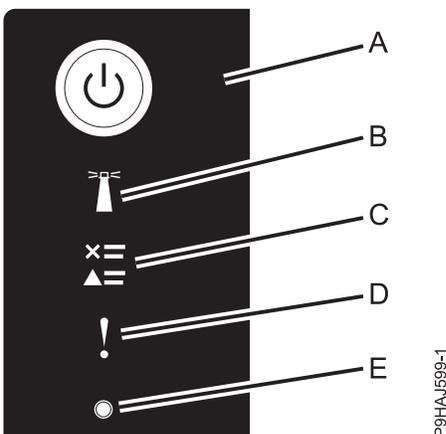

Figura 34. LED de panel de control
3. Pulse el botón de encendido (**A**) en el panel de control, tal como se muestra en la Figura 34.